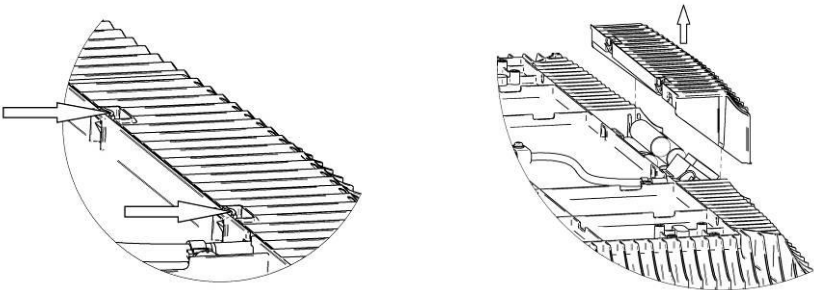

Рисунок 3 Снятие декоративной крышки драйверного отсека
- 5.5 Для снятия декоративной крышки аккумуляторного отсека необходимо нажав на фиксаторы потянуть крышку вверх (см. рис. 3)